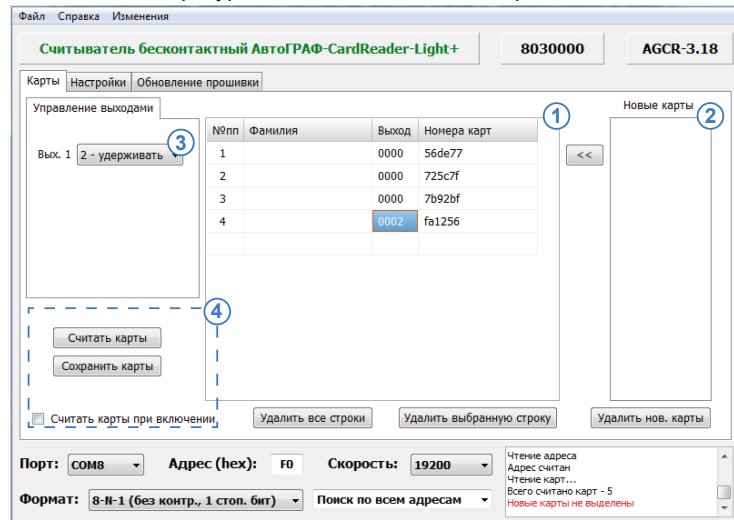

Рис.5. Вкладка «Карты».
1. Вручную – для этого необходимо ввести в поле «Номера карт» списка (Рис.5, п.1) идентификатор нужной карты:
2. Считать номер карты при помощи считывателя. Для этого подключите АвтоГРАФ-CardReader-Light/Light+ к компьютеру, далее к программе «AGPConf» и поднесите карту к считывателю. Номер карты будет считан в программу и появится в списке «Новые карт» (Рис.5, п.2):
После добавления новой карты в список карт считывателя задайте состояние выхода считывателя «АвтоГРАФ-CardReader-Light/Light+», в которое выход будет переключен при подключении этой карты. Для этого выберите карту в списке карт считывателя и настройте состояние выхода в разделе «Управление выходами» (Рис.5, п.3).
После настройки списка карт необходимо сохранить список. Для этого необходимо нажать кнопку «Сохранить карты» (Рис.5, п.4). При сохранении списка карт в считывателе фамилии владельцев карт не сохраняются.
- считать из считывателя, подключенного к ПК (при нажатии кнопки «Считать карты», Рис.5, п.4). При считывании списка из считывателя, текущий список карт, загруженный в программу, будет очищен;
Если опция «Считывать карты при включении» (Рис.5, п.4) включена, то список карт, записанный в считыватель, загружается в программу автоматически при подключении устройства.